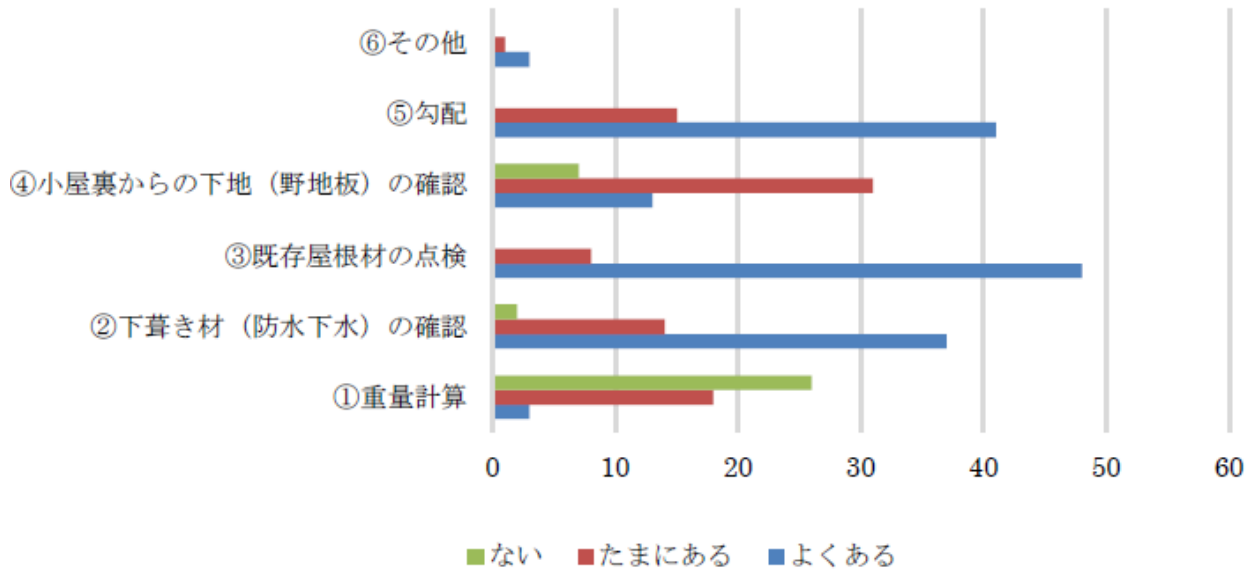

図 5.2.4 葺き替え時の事前確認内容
①工事の頻度 他の葺き材へ変更する工事は、「よくある」とするのが57%、「たまにある」が34%であり、屋根の葺き替え時に仕上げ材を替えることが一般化していることが伺えます。
②他の葺き材への葺き替え工事にあたって調査していること (図 5.2.4 参照)